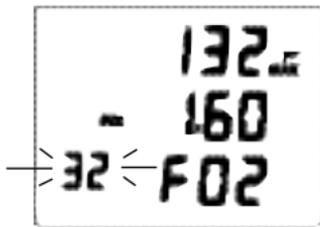

Abb. 20B - EINSTELLEN
- Durch Drücken und Halten des Knopfs S (Seite) wird das Blättern von 32 bis 50 % (Abb. 20B) wieder aufgenommen und hält bei AIR (Luft) (oder 21 %)